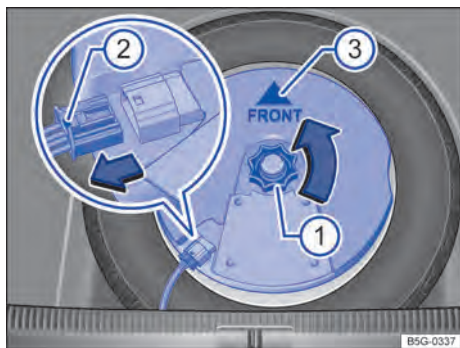

Fig. 298 No compartimento de bagagem: remover o subwoofer (variante 2).
- Desrosquear o manipulador → Fig. 298 (1) no sentido anti-horário (seta).
- Para destravar o conector, pressionar o travamento a extremidade do conector (2).
- Colocar o subwoofer cuidadosamente na caixa do aro. A ponta do símbolo da seta "FRONT" → Fig. 298 (3) deve indicar para frente no subwoofer.
- Inserir o conector até que o travamento (2) se trave de maneira audível. ▶
- Girar o manípulo ① no pino rosqueável no sentido anti-horário até que o subwoofer fique preso com segurança.
- Colocar o subwoofer cuidadosamente no caixa do aro. A ponta do símbolo da seta “FRONT” → Fig. 298 ③ deve indicar para frente no subwoofer.
- Inserir o conector até que o travamento ② se trave de maneira audível.